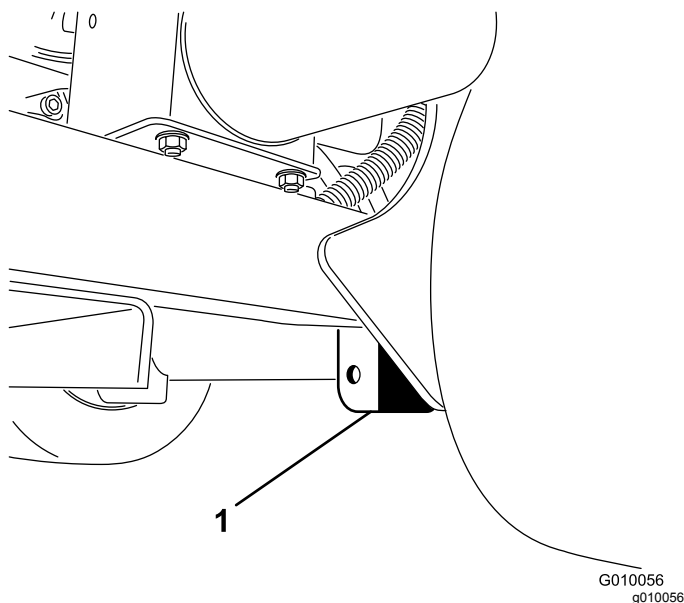

Figura 42
3. Coloque el gato firmemente debajo de la placa del bastidor, justo por dentro de la rueda trasera (Figura 42).